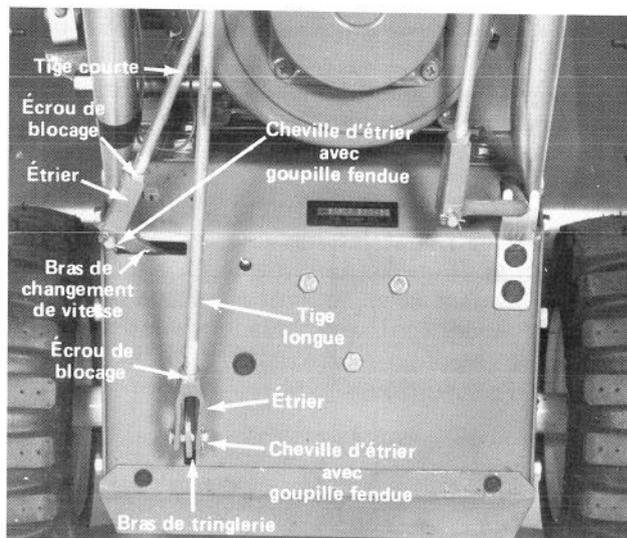

Figure 7
2. En tenant le levier de commande des roues en position, tournez l'étrier, au bout de la tige la plus longue, jusqu'à ce que son trou s'aligne sur celui du bras de la tringlerie (Fig. 7). Ensuite, fixez ensemble l'étrier et le bras de tringlerie à l'aide de la cheville d'étrier bloquée par une goupille (Fig. 7).
4. Poussez alors le bras de changement de vitesse à l'extrême gauche (Fig. 7). Ensuite, tournez l'étrier du bout de la tige courte pour aligner ses trous avec celui du bras de changement de vitesse (Fig. 7). Réunissez l'étrier et le bras de changement de vitesse à l'aide de la cheville d'étrier bloquée avec une goupille fendue (Fig. 7).
5. Serrez l'écrou de blocage sur le dessus des deux étriers (Fig. 7).